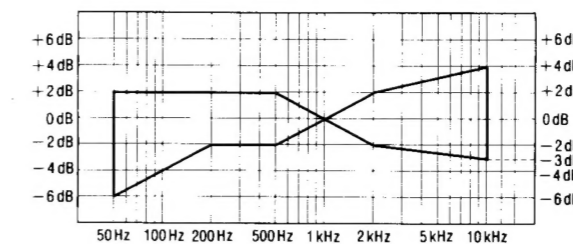

Fig. 7
4. Reproducir la señal grabada en el paso 2 y comprobar que el nivel de cada frecuencia de salida esté dentro de la gama mostrada en la Fig. 7. en comparación con la frecuencia de referencia (1kHz).